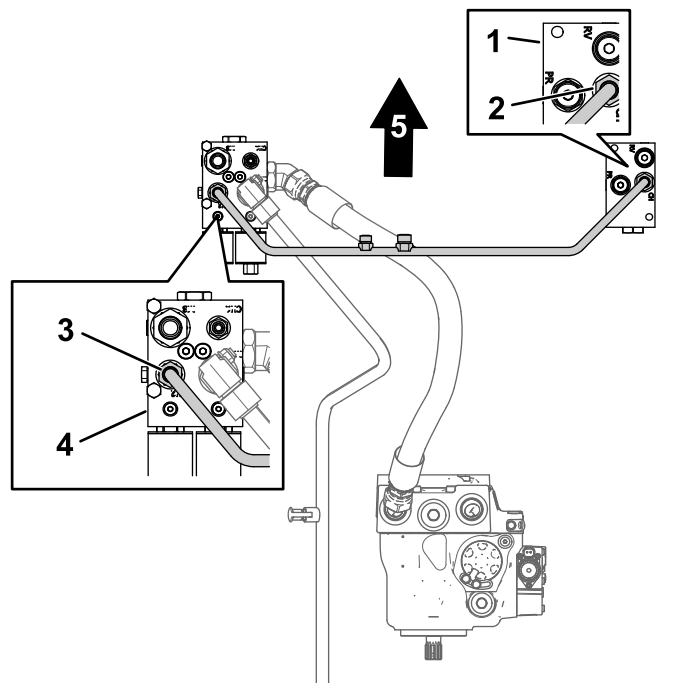

Figura 9
2. Allineate i dadi del tubo per il tubo del collettore trasversale ai raccordi nel collettore della trazione posteriore e nel collettore del divisore di flusso (Figura 9).